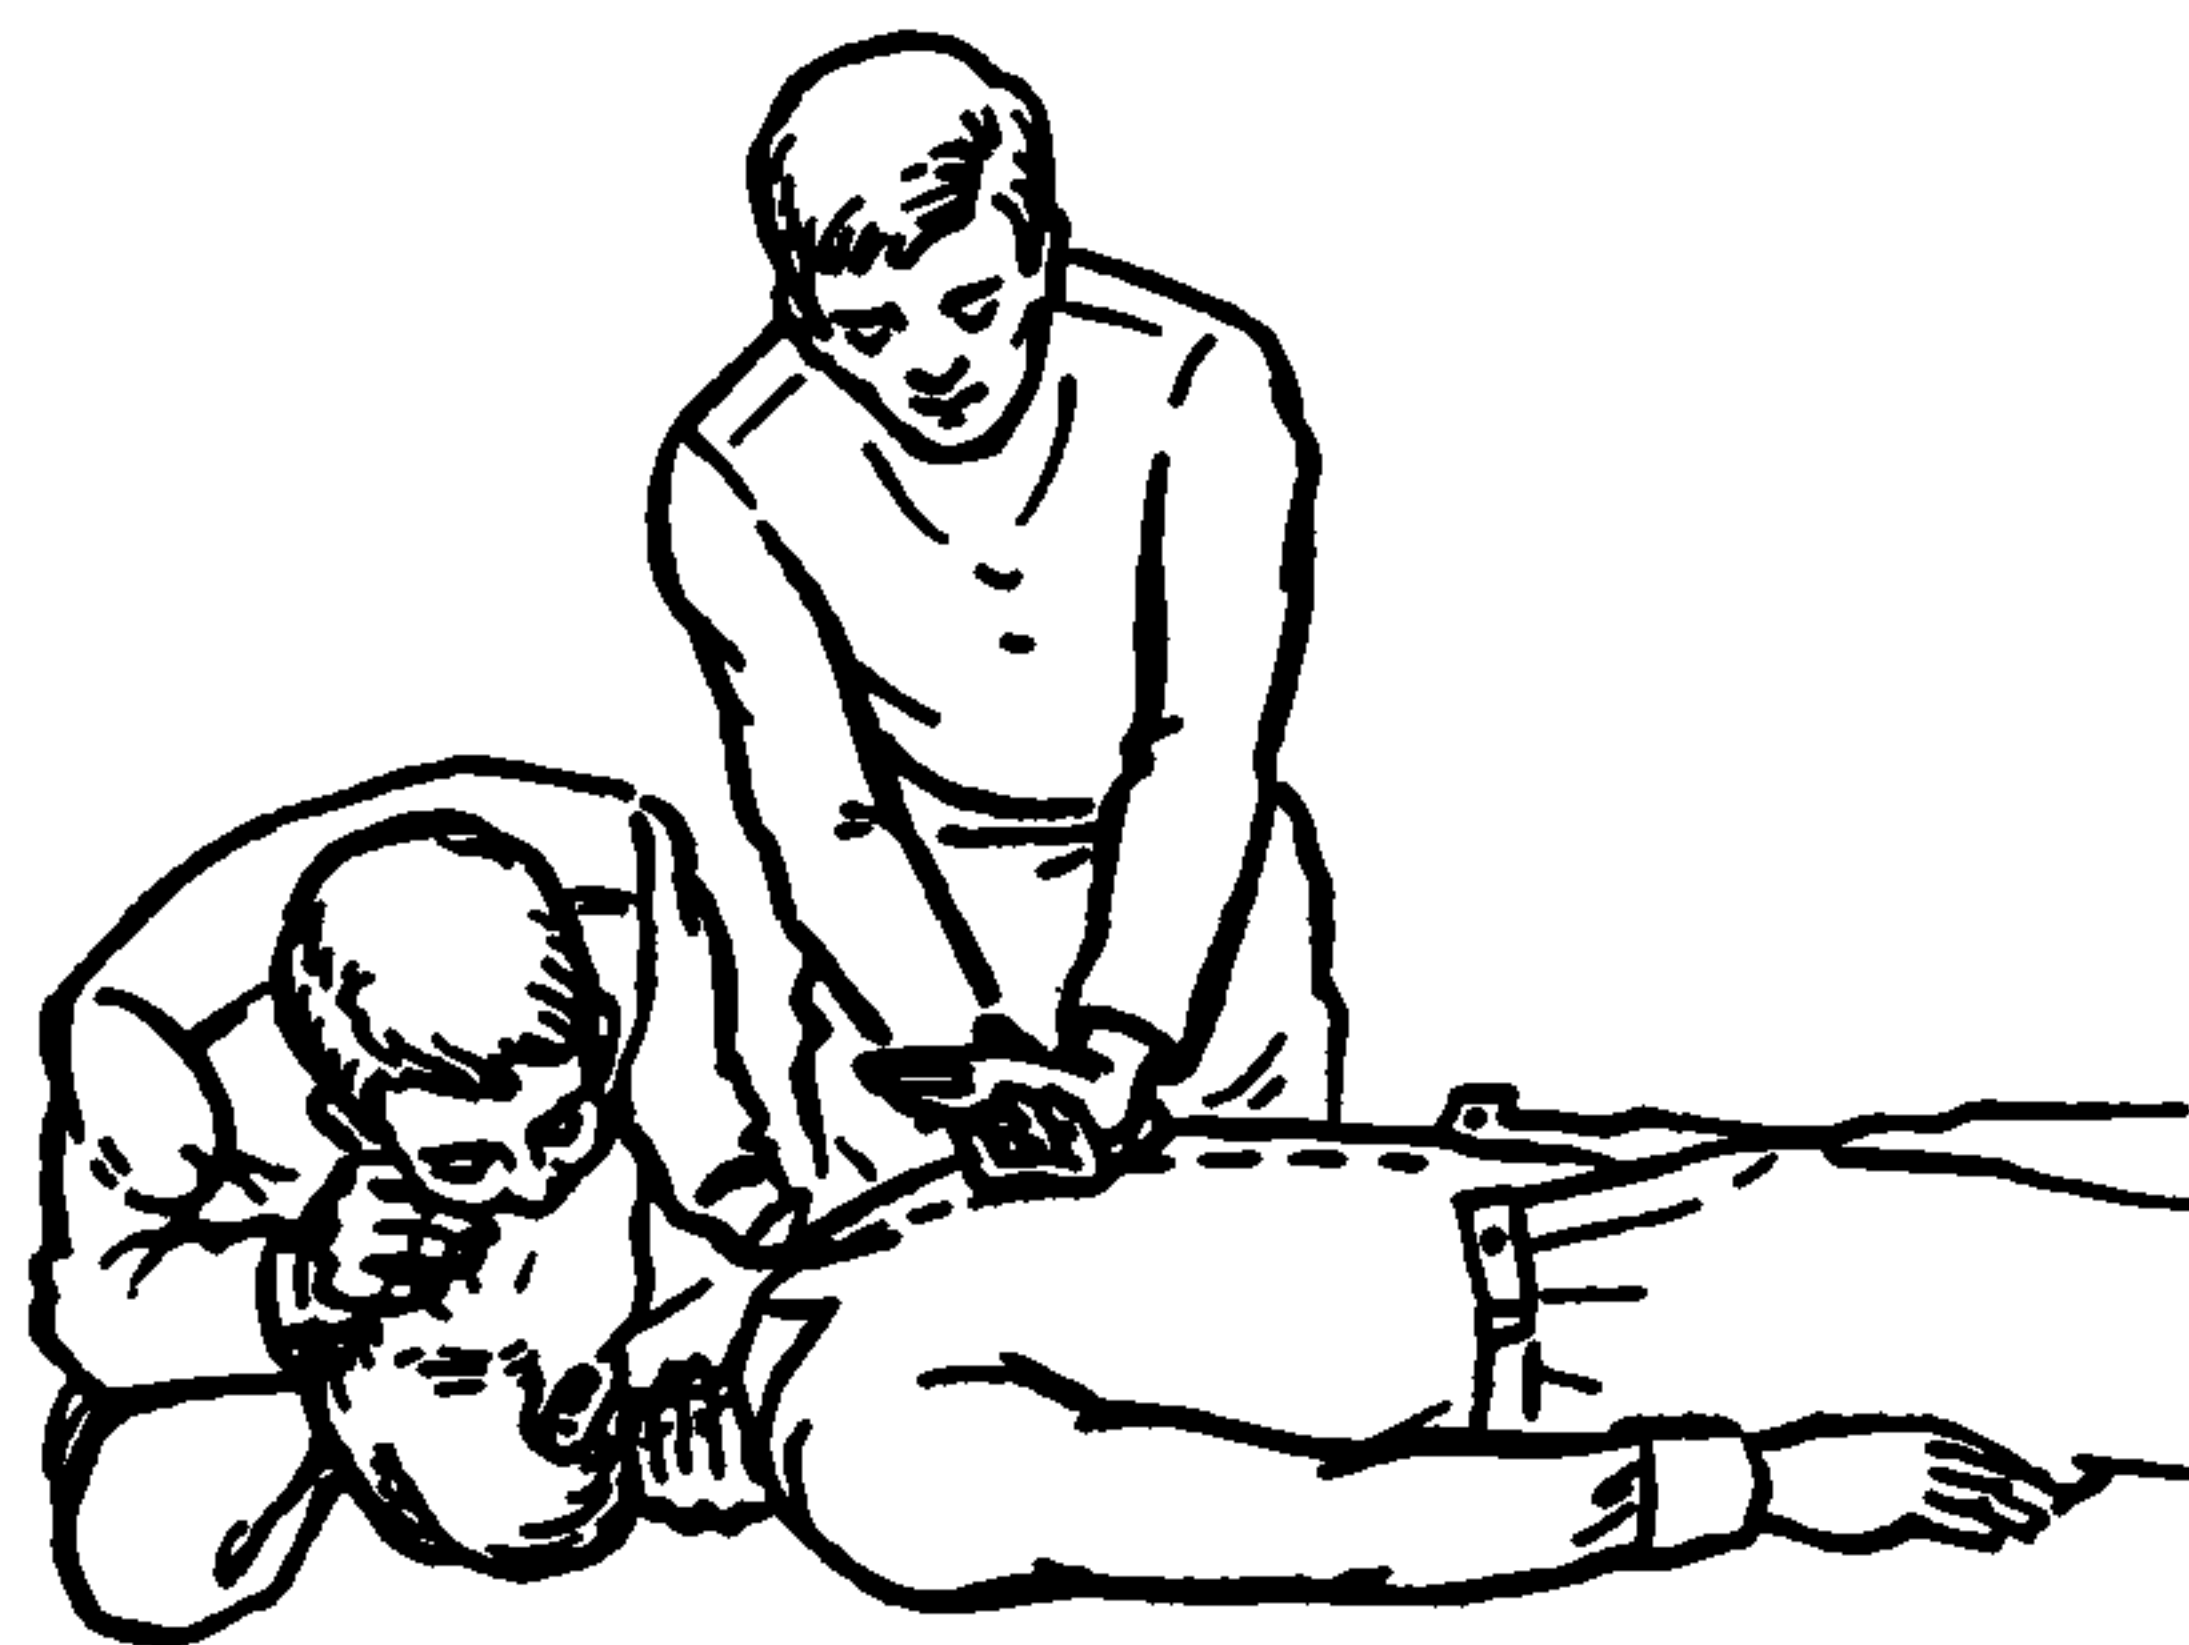

Рис. 5
*Значительно легче осуществлять наружный массаж сердца и искусственное дыхание вдвоем (рис. 5), соблюдая цикл: на 60 нажатий*